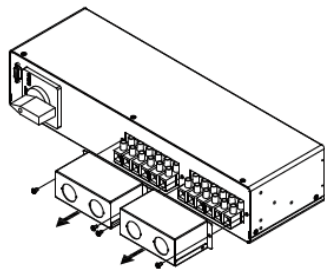

Рис.3
- 5-1. Открутите винты и снимите коробки кабельных вводов с БСБ-О (см. Рис.3).